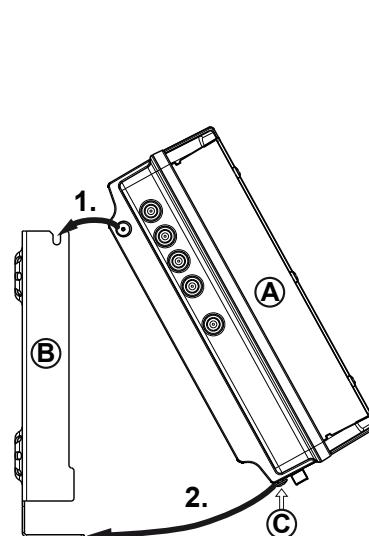

Fig. 3: Agganciare la testata
1. Montare il supporto a parete in orizzontale sulla superficie di montaggio; vedere ③ in Fig. 3. Attenersi a quanto segue:
2. Agganciare la testata ① al supporto a parete ③; vedere Fig. 3.
3. Serrare la vite ②.